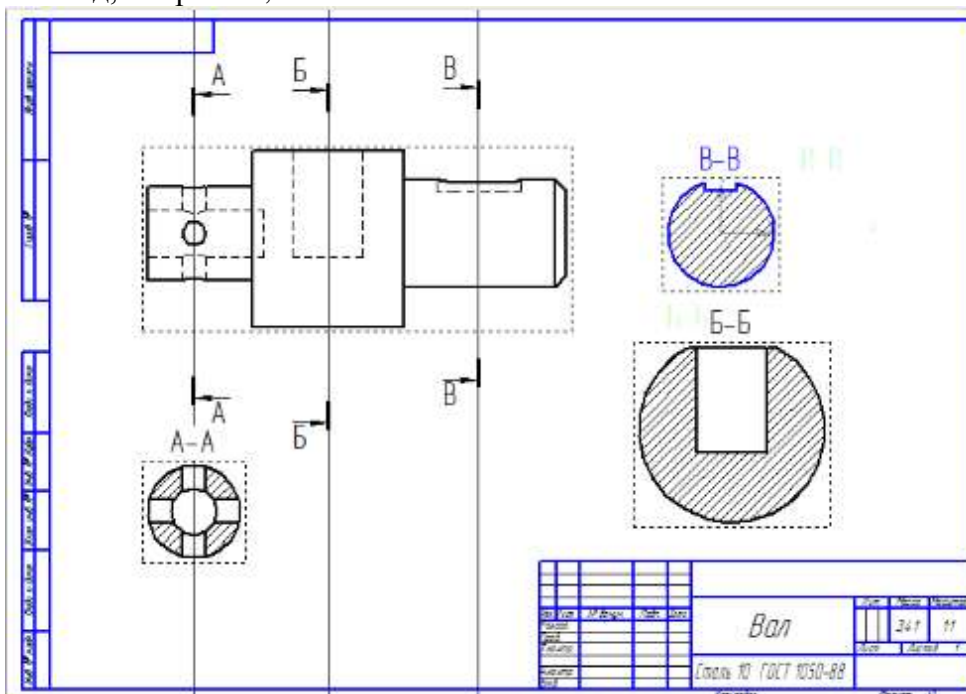

Рисунок 40 – Пример оформления графической работы
1. По заданной аксонометрической проекции детали, вычертить в графическом редакторе главный вид, см. рис.40;